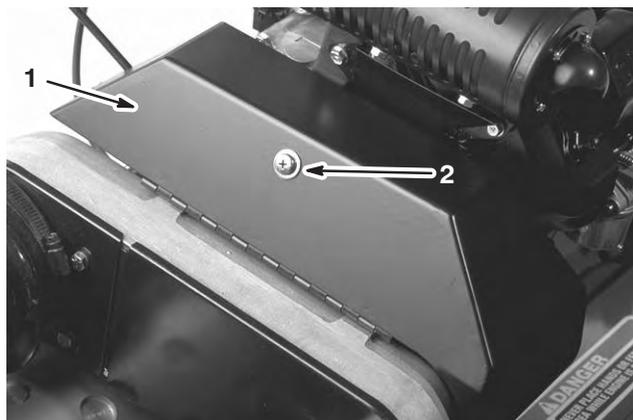

Figure 39
- Desserrez le dispositif de retenue du couvercle de la courroie trapézoïdale et ouvrez le couvercle (Fig. 39).